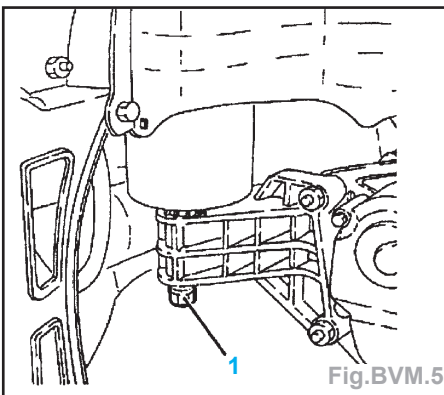

Fig. BVM.5
- Serrer au couple la vis (1) du support de boîte (Fig. BVM.5).